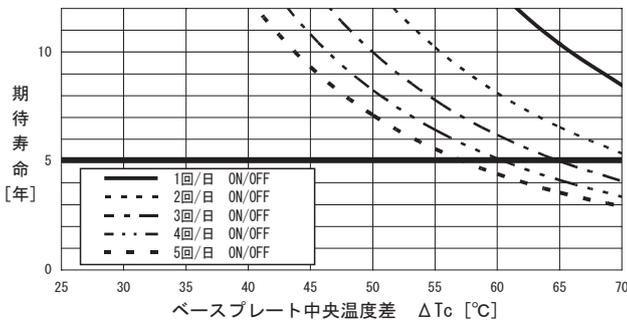

図7.1 熱疲労による期待寿命グラフ
■図7.1に当社加速試験結果を元に算出した1日のON/OFF回数とベースプレート中央部温度差 ΔT_c に対する製品の期待寿命を示します。
■無償補償期間5年ですが、図7.1に示す期待寿命が5年未満の場合、この寿命を無償補償期間とします。